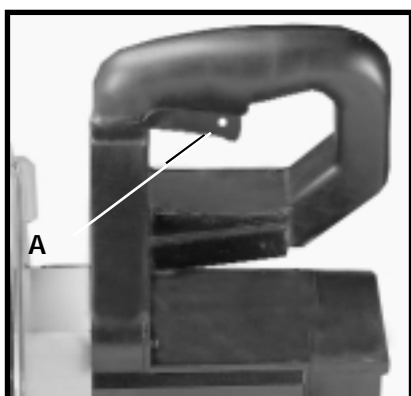

Fig. 12
Pour mettre la machine en marche, appuyez sur la détente (A) fig. 12, de l'interrupteur. Pour arrêter la machine, relâchez la détente. Cette machine est dotée d'un frein de lame électrique et automatique. Dès que la détente (A) fig. 12, est relâchée, le frein électrique est actionné et il arrête alors la lame en quelques instants.
⚠ AVERTISSEMENT : UNE LAME EN ROTATION PEUT ÊTRE DANGEREUSE. UNE FOIS LA COUPE TERMINÉE, RELÂCHEZ LA DÉTENTE (A) FIG. 12, CE QUI ACTIONNE LE FREIN DE LA LAME. GARDEZ LA TÊTE DE COUPE ABAISSÉE TANT QUE LA LAME TOURNE.